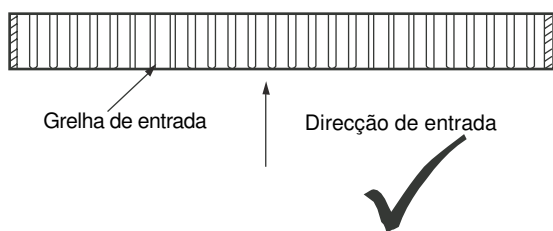

Figura 3.11
- 1) Certifique-se de manter o ângulo da grelha de ar paralelo à direcção da entrada de ar ao fazer o painel de entrada de ar da caixa de retorno. Consultar a figura 3.11.